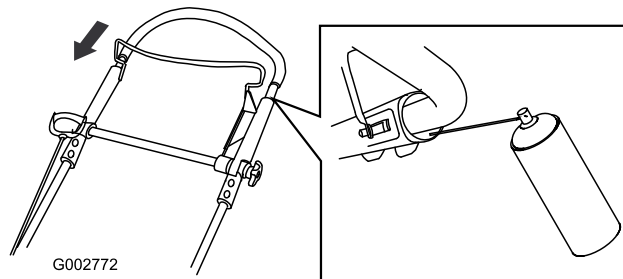

Figure 31
2. Abaissez complètement la partie supérieure du guidon et pulvérisez la surface en plastique intérieure de la poignée extérieure (Figure 31).